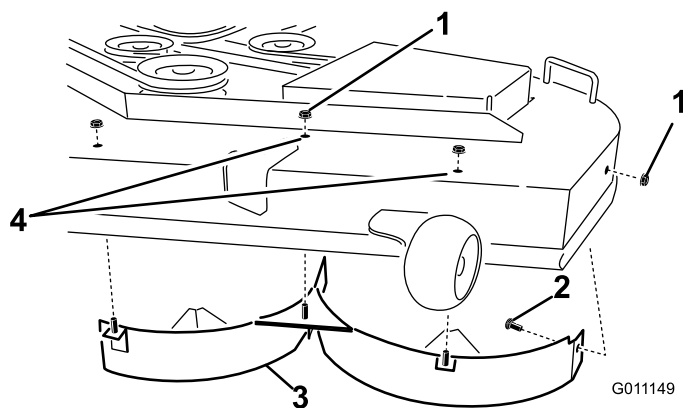

Figura 31
6. Rimuovete i tre dadi di bloccaggio (5/16 pollice) fissati sui perni saldati del deflettore sinistro in posizione centrale, a sinistra del centro ed estrema sinistra sulla parte superiore del piatto di taglio (Figura 31). Rimuovete il bullone a testa tonda e il dado di bloccaggio che fissano il deflettore sinistro al lato del piatto di taglio.
7. Staccate il deflettore sinistro dal piatto di taglio come illustrato nella Figura 31.
8. Trovate i due bulloni e i dadi di bloccaggio forniti nelle parti sciolte. Montate questi elementi di fissaggio nei fori illustrati nella Figura 31, sul piatto di taglio, per prevenire il rischio di detriti volanti. Montate il bullone inserendolo dalla parte interna del piatto di taglio e fissatelo con un dado di bloccaggio montato sulla parte superiore esterna del piatto.